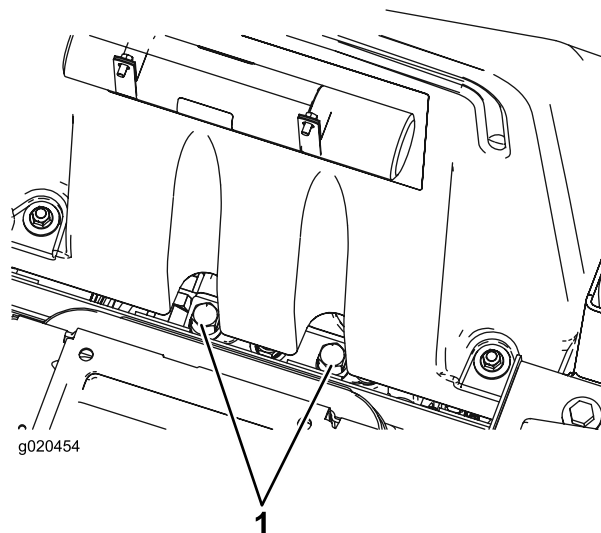

Figure 55
1. Soulevez le siège et localisez les vannes de dérivation qui sont situées sous l'avant du réservoir de carburant (Figure 55).